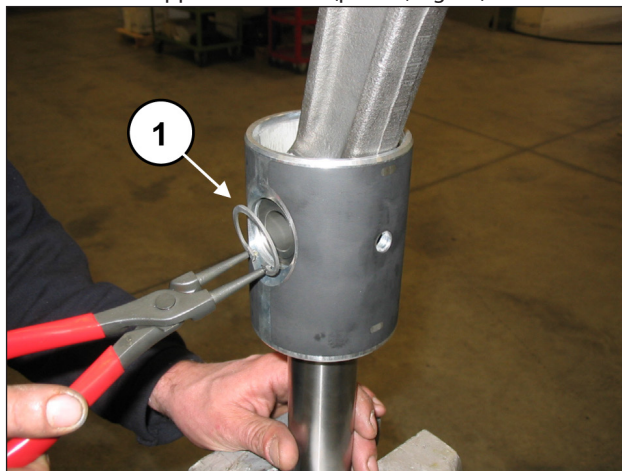
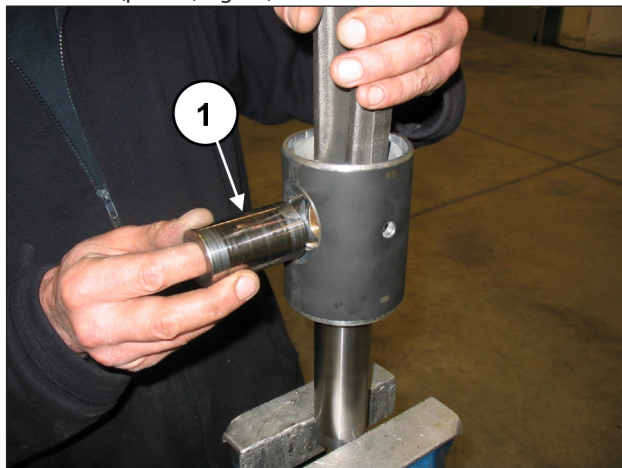
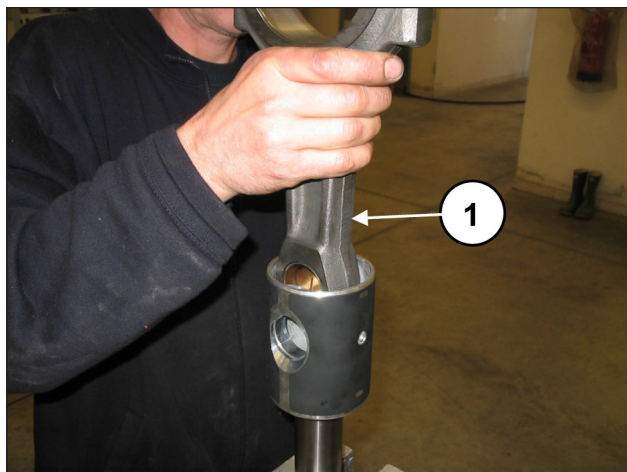

Fig. 43
Fig. 44
Fig. 45
Rimuovere i due anelli seeger di bloccaggio spinotto utilizzando un apposito attrezzo (pos. ①, Fig. 43).
Sfilare lo spinotto (pos. ①, Fig. 44) e provvedere all'estrazione della biella (pos. ①, Fig. 45).
Inserire la biella nel guida pistone (pos. ①, Fig. 45) e successivamente inserire lo spinotto (pos. ①, Fig. 44). Applicare i due seeger di spallamento con l'apposito attrezzo (pos. ①, Fig. 43).